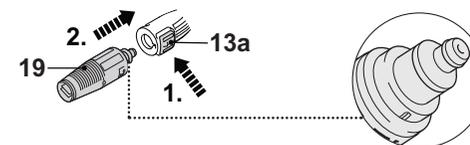

Fig. 10
2. Appuyez sur le bouton de déverrouillage (13a) et fixez la buse vario (19) sur la lance d'extension fixe (13). Lâchez le bouton (13a) pour verrouiller la buse en place (Fig. 10).
3. Vérifiez que la buse (19) est bien accrochée en tirant dessus. Elle ne doit pas pouvoir se détacher.